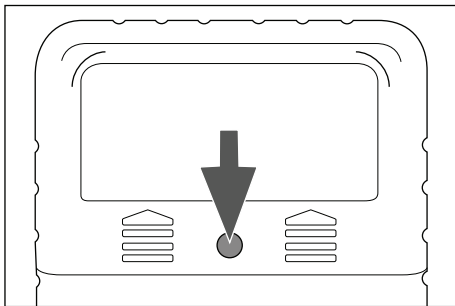

Abb. 1
- 1) Lösen Sie die obere Schraube an der Rückseite des Gerätes mit einem Schraubenzieher (siehe Abb. 1). Entfernen Sie die Batterie-fachabdeckung, indem Sie diese nach oben schieben.